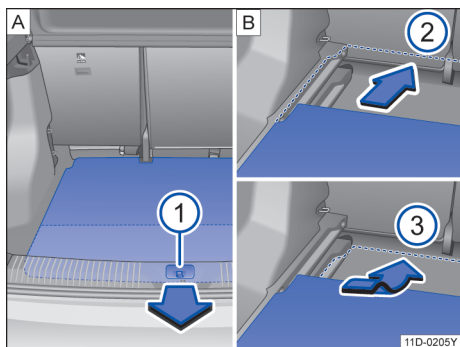

图 127 行李厢内：调节行李厢地板高度（视车型配置而定）
- 通过把手→图 127 ① 抬起行李厢地板，然后将它从行李厢侧面的导轨中向后拉出。
- 将行李厢地板装入所需高度的导轨→图 127 ② 或 ③ 中，然后向前推到底。